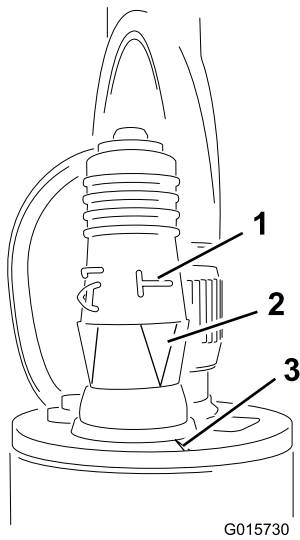

Figura 11
5. Instale el conector de programación en el sensor (Figura 11).
Importante: Asegúrese de alinear la flecha situada debajo de la letra 'T' en horizontal con la muesca del borde superior del sensor (Figura 11).